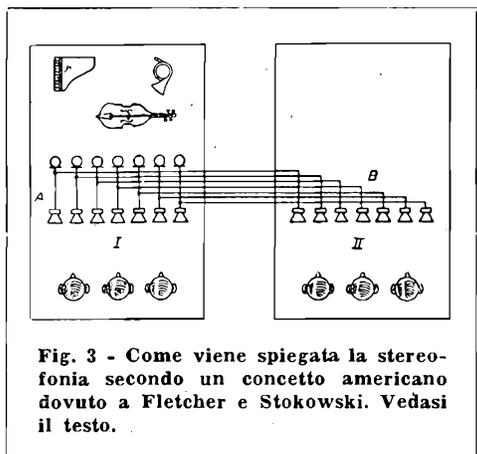

Fig. 3 - Come viene spiegata la stereofonia secondo un concetto americano dovuto a Fletcher e Stokowski. Vedasi il testo.
Supponiamo (fig. 3) di fare nella sala da concerto una cortina che non venga attraversata da alcun suono e che un assai gran numero di microfoni venga installato innanzi all'orchestra; ciascun microfono sia collegato ad un altoparlante disposto al di là della cortina. Le onde sonore captate dal microfono verrebbero allora irradiate dal corrispondente altoparlante posto al di là della cortina, come se questa non ci fosse. Installando in un'altra sala un egual numero di altoparlanti disposti alla stessa maniera (B), si produrrebbero in questa sala delle onde sonore come quelle che si avrebbero se un'orchestra si trovasse dietro gli altoparlanti.